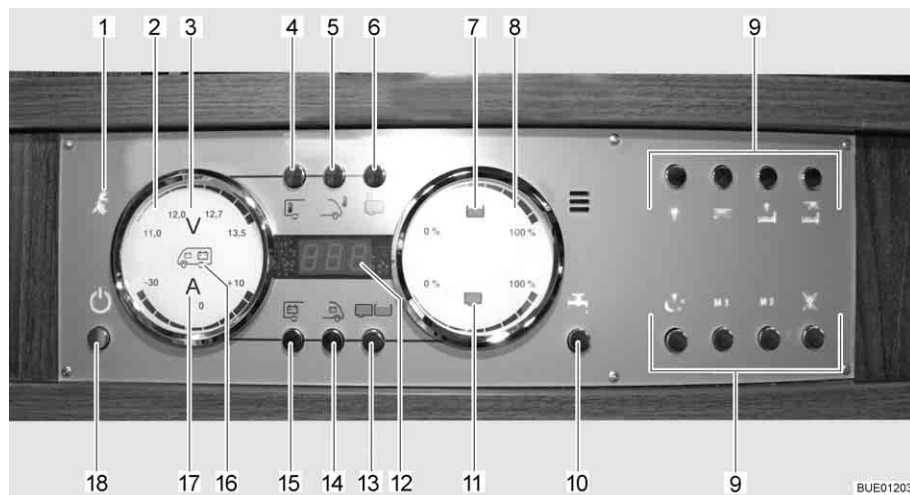

Fig. 137 Pannello di controllo LT 510
La spia di controllo a 230 V (Fig. 137,1) si accende quando all'ingresso della centralina elettrica è presente una tensione di rete.
L'interruttore principale a 12 V (Fig. 137,18) inserisce o disinserisce il pannello di controllo e l'alimentazione a 12 V dell'abitacolo.
- Premere brevemente il tasto dell'alimentazione a 12 V (Fig. 137,18). L'alimentazione a 12 V dell'abitacolo è inserita. L'indicatore di controllo "12 V" si accende.
- ▷ Se dopo l'accensione il LED "11,0" dell'indicazione dei Volt nonché il simbolo dei Volt "V" (Fig. 137,3) nell'indicatore delle batterie (Fig. 137,2) lampeggiano, significa che la tensione della batteria dell'abitacolo è insufficiente. Caricare la batteria.
- ▷ Se dopo l'accensione l'indicatore di controllo "12 V" e il simbolo dei Volt "V" (Fig. 137,3) lampeggiano tre volte, significa che la separazione della batteria è attivata. Disattivare la separazione della batteria.
- Premere brevemente il tasto dell'alimentazione a 12 V (Fig. 137,18). L'alimentazione a 12 V dell'abitacolo è disinserita. L'indicatore di controllo "Alimentazione a 12 V" si spegne.
- Premere il tasto della batteria dell'abitacolo (Fig. 137,15) e tenerlo premuto per ca. 10 secondi. Il simbolo dei Volt "V" (Fig. 137,3) e l'indicatore di controllo "12 V" lampeggiano tre volte. La batteria dell'abitacolo è separata dalla rete di bordo da 12 V.
- Premere il tasto "Alimentazione a 12 V" (Fig. 137,18) e tenerlo premuto per ca. 5 secondi. Il simbolo dei Volt "V" (Fig. 137,3) e l'indicatore di controllo "12 V" lampeggiano tre volte. La batteria dell'abitacolo è collegata alla rete di bordo a 12 V. L'indicatore di controllo si accende dopo ca. 5 secondi.
- Premere il tasto della batteria dell'abitacolo (Fig. 137,15). Il simbolo dei Volt "V" (Fig. 137,3) si accende. Il simbolo degli Ampere "A" (Fig. 137,17) si accende con luce bianca o rossa a seconda del livello di carica o scarica delle batterie. La tensione della batteria e la corrente della batteria dell'abitacolo sono indicate dai LED sul pannello di controllo.
- Premere il tasto della batteria di avviamento (Fig. 137,14). Il simbolo dei Volt "V" (Fig. 137,3) si accende. La tensione della batteria della batteria di avviamento viene indicata attraverso i LED nell'indicatore.
- Premere il tasto dei serbatoi (Fig. 137,13). I simboli del serbatoio dell'acqua (Fig. 137,7) e del serbatoio delle acque grigie (Fig. 137,11) si accendono. I livelli di riempimento del serbatoio dell'acqua (scala superiore) e del serbatoio delle acque grigie (scala inferiore) sono indicati dai LED nell'indicatore.
Il simbolo del serbatoio dell'acqua (Fig. 137,7) o il simbolo del serbatoio delle acque grigie (Fig. 137,11) lampeggia se il serbatoio dell'acqua è vuoto o il serbatoio delle acque grigie è pieno.